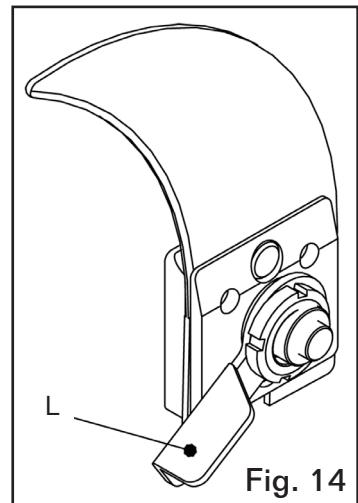

Fig. 14
La palanca (L) debe mantenerse como en la figura 13. Al instalar la cuchilla separadora. Luego fije la palanca (L) mediante rotación después de la instalación de la cuchilla separadora como en Fig. 14.